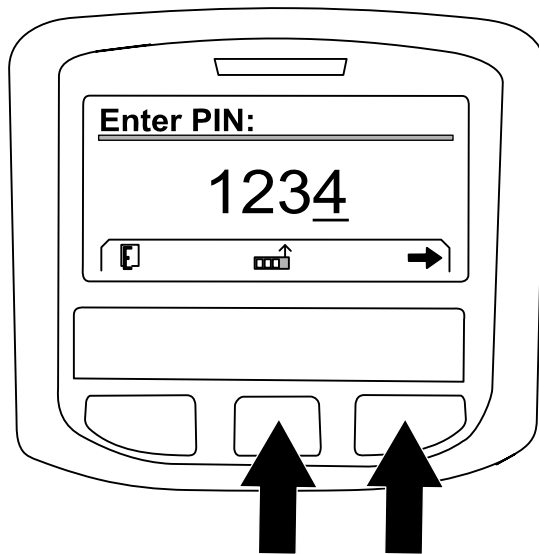
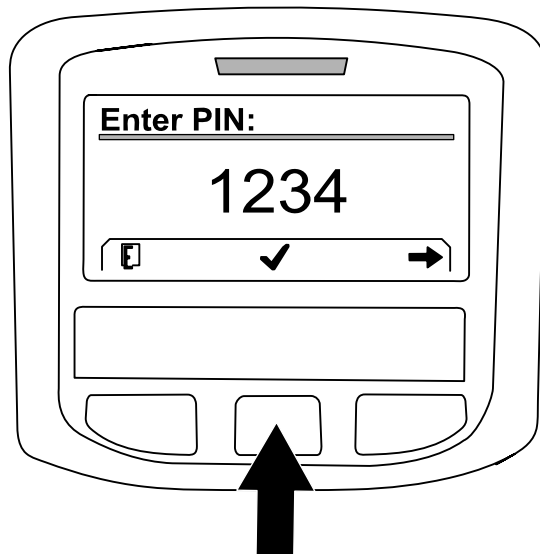

Bild 227
Bild 228
- A. Drücken Sie die mittlere Taste nach Bedarf, um die Zahl des PIN-Codes für die linke Position einzugeben (Bild 227).
- B. Drücken Sie die rechte Taste, um auf die nächste Position der Zahl des PIN-Codes zu navigieren (Bild 227).
- D. Wenn Sie alle Zahlen des PIN-Codes eingegeben haben, drücken Sie die rechte Taste (Bild 227) und drücken Sie dann die mittlere Taste, um den PIN-Code einzugeben (Bild 228).